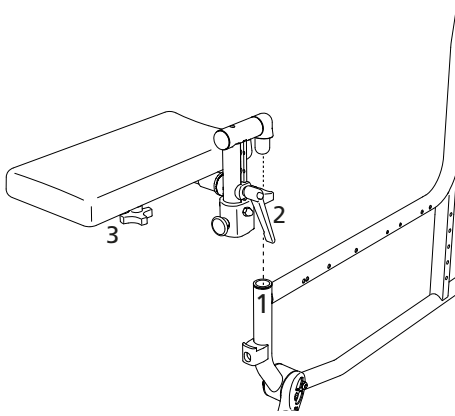

bild 50
2. Ta tag i amputationsstödet dyna och för in stödet uppifrån i rullstolens ramrör (se pil 1 i bild 50).
1. Lossa klämspaken genom att vrida den moturs (pil 2 i bild 50).
1. Lossa skruven med den stjärnformade handfattningen (pil 3 i bild 50).